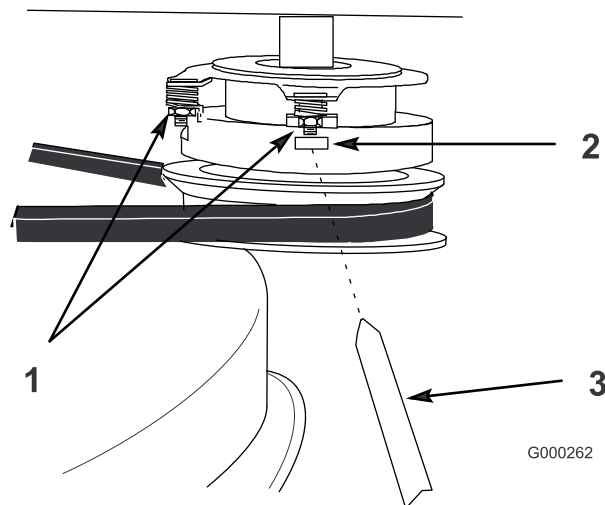

Figure 38
1. Pour régler l'embrayage, serrez ou desserrez les contre-écrous sur les goujons à embase (Figure 38).
2. Vérifiez le réglage en introduisant une jauge d'épaisseur dans les fentes à côté des goujons (Figure 38).